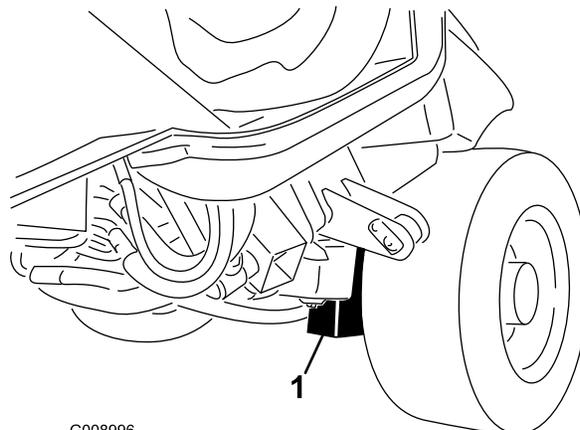

Рисунок 75
**Передняя часть машины** — на раме с внутренней стороны каждого ведущего колеса (Рисунок 75)